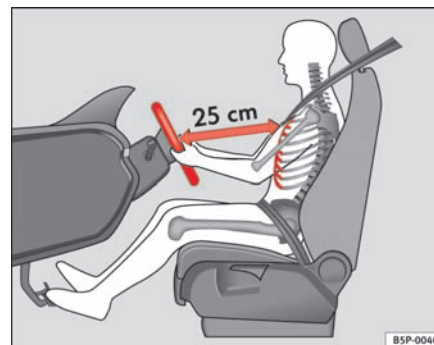

Fig. 135 Sådan sidder føreren korrekt.
- Indstil rattet, så du får den ønskede indstilling \Rightarrow fig. 135.
- Indstil førersædet eller rattet, så afstanden mellem rattet og din brystkasse er mindst 25 cm \Rightarrow fig. 135. Hvis du ikke overholder minimumsafstanden, kan airbagsystemet ikke beskytte, som det skal livsfare.